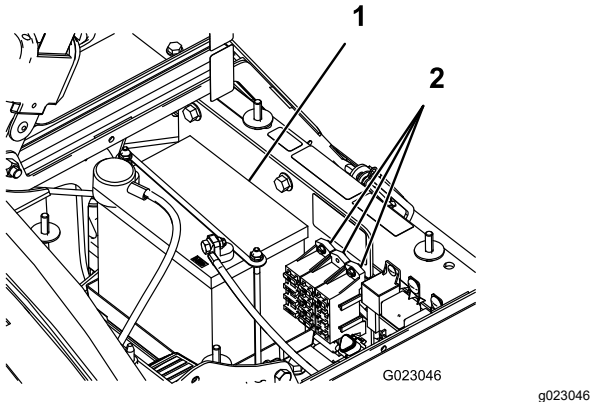

图 48
电气系统中有 2 个保险丝模块和 1 个插槽。它们都位于座椅下面 图 48。
2. 电池位于机器右侧泵的下方 图 48。
5. 拆下电池固定装置和紧固件 图 48。
2. 安装电池固定装置并使用之前拆下的紧固件进行固定 图 48。
4. 安装电池盖使用 2 个旋钮固定 图 48。
1. 松开电池盒两侧的旋钮取下电池盖 图 48。